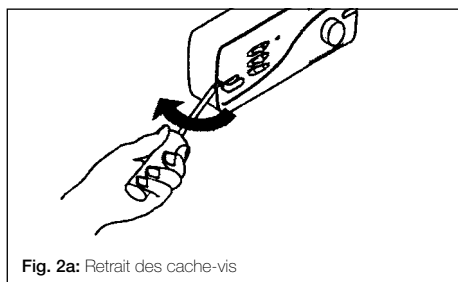

Fig. 2a: Retrait des cache-vis
1. Séparer la façade du cadre de montage en retirant les deux cache-vis et en ôtant les vis (voir fig. 2a + b).